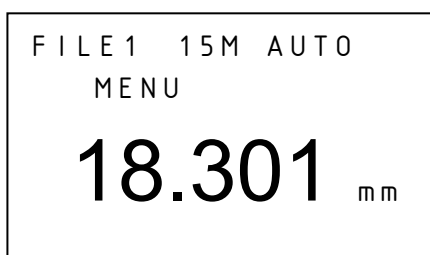

图 13
- a. 任选一个声速测量，测出某一厚度值，耦合良好、数值稳定的情况下按下CAL键，测量的厚度值冻结，此时可移开探头。如图13：